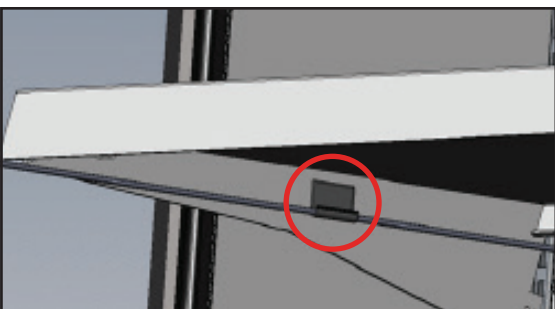

Abb. 4. LED-Netzkabel befestigen.
4. Befestigen Sie das Netzkabel am J-Klemmenhalter an der Regalhalterung. Siehe Abb. 4.